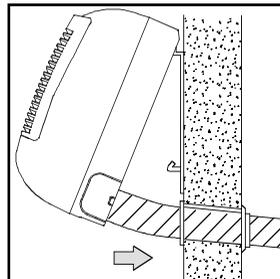

Fig.3
N.B.: Pour faciliter l'opération de fixation de l'unité sur la plaque, tenir la partie inférieure de l'unité soulevée, puis l'abaisser dans la position perpendiculaire en accompagnant la gaine (Fig.3).